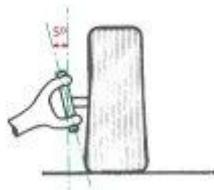

Fig. 6.
- Salida: Se considera la vertical del eje con la prolongación del pivote en sentido transversal. Suele ser de 5° (Fig. 6).